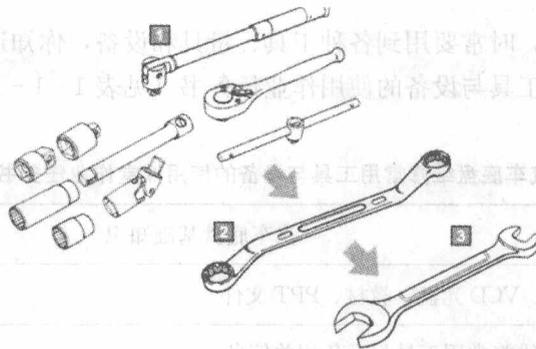

图 1-1-1 工具选用顺序
(1) 根据工作的类型选择工具。汽车修理中使用成套套筒扳手比较普遍。如果由于工作空间限制不能使用成套套筒扳手，可按其顺序选用梅花扳手或开口扳手（见图 1-1-1）。